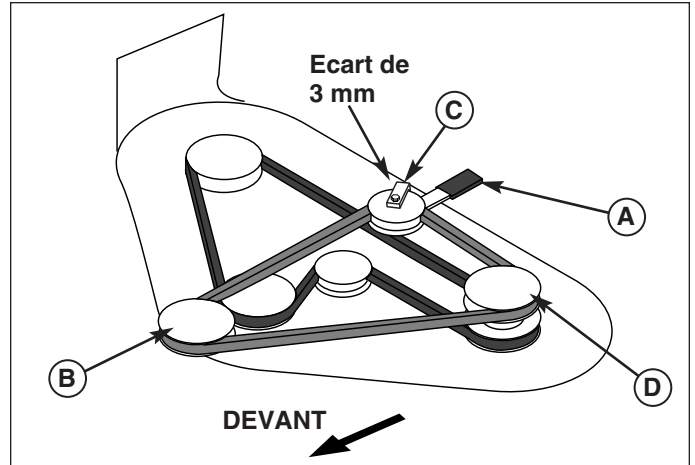

Figure 53. Acheminement de la courroie de tondeuse
2. Pousser le bras de tension (A, Figure 53) pour détendre la courroie. Retirer la courroie de la poulie de PDF (embrayage électrique).
3. Desserrer l'écrou et la rondelle maintenant le guide de courroie du galet tendeur (C, Figure 53)
6. Voir la Figure 53. Remettre le guide de courroie (C) du galet tendeur dans sa position originale de façon à laisser un écart de 3 mm entre le galet et le guide.